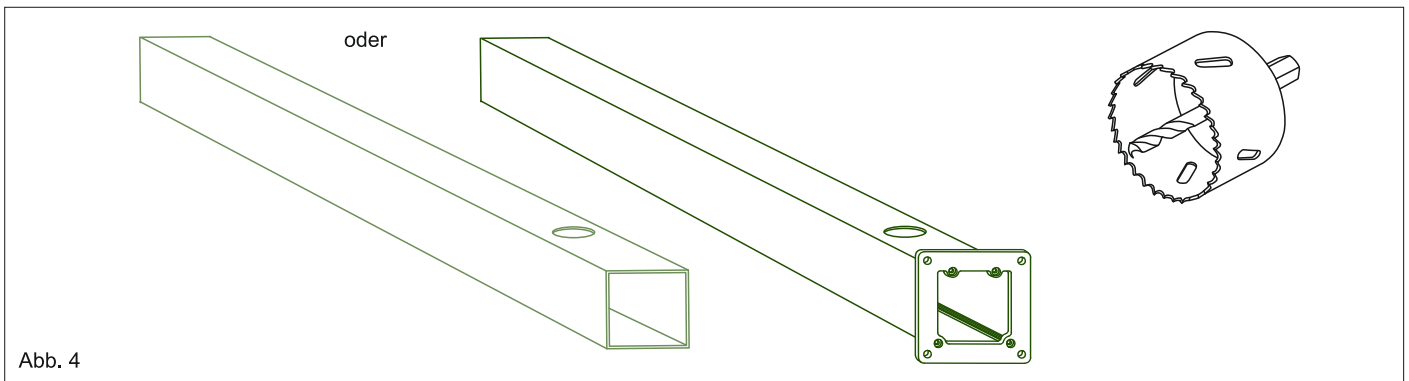

Abb. 4
5. Das Flacheisen dient der Stabilisierung der Rinne. Das eine Ende vom Flacheisen in die Rinne einführen. Sie können dabei das Rohrgleitmittel (als Zubehör für Abwasserrohre) oder Seife verwenden. Danach beide Enden der Rinne mit Silikon versiegeln. Siehe Abb. 4.
1c. Wiederholen Sie diese Schritte für alle andere in dem Wandprofil vorhandene Löcher und stellen Sie fest, ob das Wandprofil so stabil an der Wand montiert ist, dass dieses die ganze Überdachungskonstruktion, sicher tragen kann. (Befestigen Sie bei einer Überdachungslänge von 8 - 12 m auch das zweite Wandprofil direkt angrenzend an das erste Wandprofil, beachten Sie auch hier die Schritte 1a. - 1d.). Siehe Abb. 4.
A) B) 3. In einem der Pfosten wird das Wasserablaufrohr versteckt. Je nach Rohraustritt aus dem Pfosten (sichtbar über die Erdoberfläche oder einbetoniert/eingegraben im Erdreich) markieren Sie die Stelle für den Abfluss an unteren Ende des Pfosten und schneiden Sie mit einem Lochbohrer/einer Lochsäge eine 80mm Öffnung in den Pfosten. Siehe Abb. 4.
4. Befestigen Sie nun jeden Mittelsparren jeweils mit 2 Schrauben an dem Wandprofil und an dem Rinnenprofil. Zusätzlich wird jeder Mittelsparren mit einer Schraube an den Rinnenprofil von unten angeschraubt. Siehe Abb. 4.
1. Die Polycarbonatplatten werden bereits mit dem Klebeband verschlossenen Kanten geliefert. Wenn Sie die Polycarbonatplatten gekürzt haben oder diese ohne die verschlossenen Kanten geliefert bekommen haben, so empfehlen wir die Kanten mit dem Atmungsaktiven Klebeband zu verkleben umso die Verschmutzungen in den Hohlkammern der Platten zu vermeiden. Siehe Abb. 4.
4. Zum einrasten der Sparrenabdeckungen können Sie einen Gummihammer, mit angemessener Kraft, verwenden. Beachten je nach Ausführung ihrer Terrasse die untere Abbildung. Siehe Abb. 4.